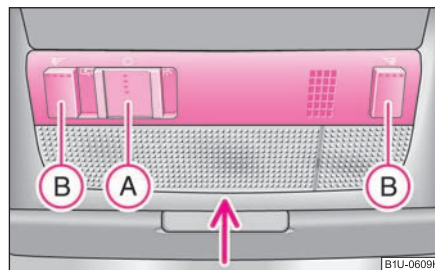

Fig. 46 Escotadura del revestimiento interior del techo: luces del habitáculo delanteras
- Pulsar el conmutador **A** hacia la izquierda; aparecerá el símbolo ⇒ fig. 46.